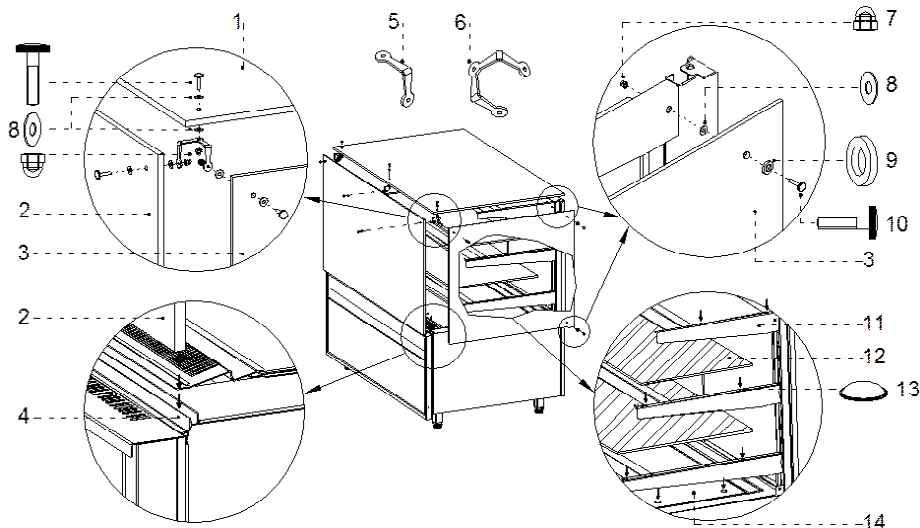

Рис.5 Крепление стеклянных элементов
3 – Укрепить стеклянные элементы Рис.5 (стр.37) в предлагаемой последовательности:
• Стеклянные боковины прикрепить к стеллажу Рис.5/3 (стр.37)
• Поместить фронтальное стекло в держателе стекла Рис.5/4 (стр.37) и прикрепить его к стеклянным боковинам с помощью трёхстороннего угольника Рис.5/6 (стр.37)
• Прикрепить стеклянную верхнюю полку Рис.5/1 (стр.37)
• Поместить стеклянные полки на на внутренней столешнице и стеллаже Рис.5/12 (стр.375). Полки следует установить на силиконовых элементах (бамперах) Рис.5/13 (стр.37), предохраняющих стеклянные элементы от сдвигания.
- ⚠ Во время мытья и консервации внутренней поверхности устройства следует проявлять осторожность, чтобы не повредить силиконовые элементы (бамперы) Рис. 5/13 (стр.37), предохраняющие стеклянные элементы от сдвигов и обеспечивающих их лучшее сцепление.